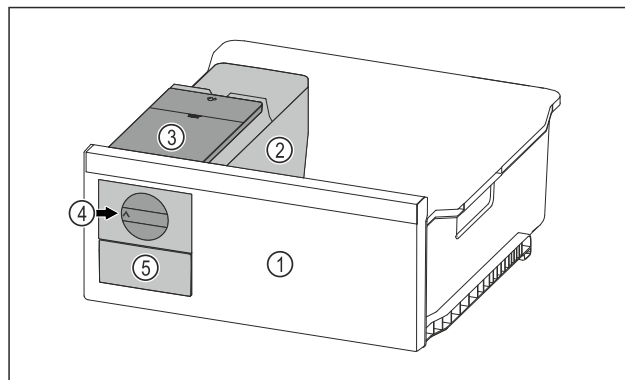

Fig. 97 Példaként szolgáló ábrázolás
- ▶ A forgógombot Fig. 97 (4) ütközésig forgassa el az óra járásával egyező irányban.
- ▶ A jégkockák a jégkockatartóból a jégkockafiókba Fig. 97 (5) hullanak.